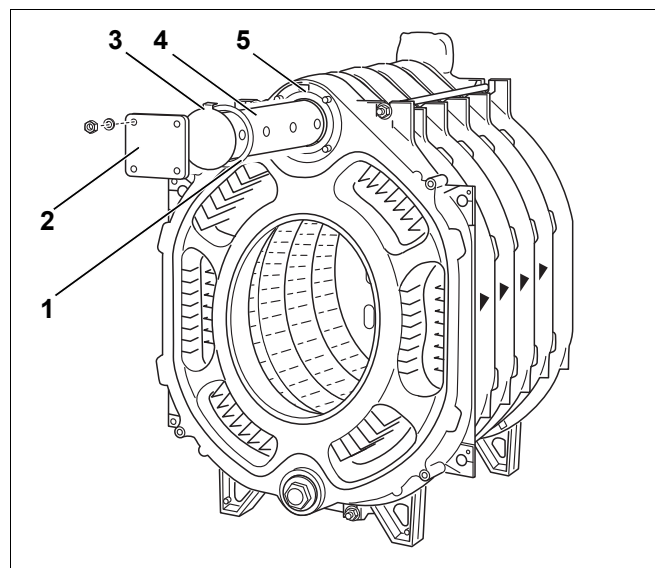

Рис. 19 Монтаж подпиточной трубы
- ▶ Наденьте уплотнение (рис. 19, [1]) на подпиточную трубу (рис. 19, [4]).
- ▶ Установите глухой фланец (рис. 19, [2]).
Выступ (рис. 19, [3]) на закрывающей пластине подпиточной трубы должен войти в паз в верхней ступице котла (рис. 19, [5]). Таким образом подпиточная труба фиксируется в нужном положении, когда её выходные отверстия направлены под правильным углом. Так обеспечивается правильное распределение воды в зоне верхней ступицы.